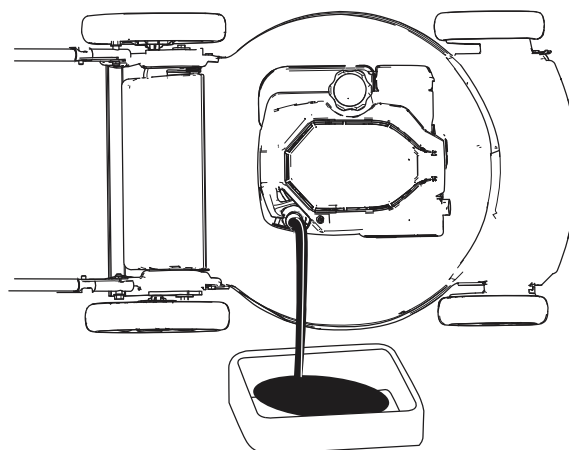

Figura 26
4. Ponga la máquina de lado (con el filtro de aire hacia arriba) para drenar el aceite usado del tubo de llenado de aceite (Figura 26).